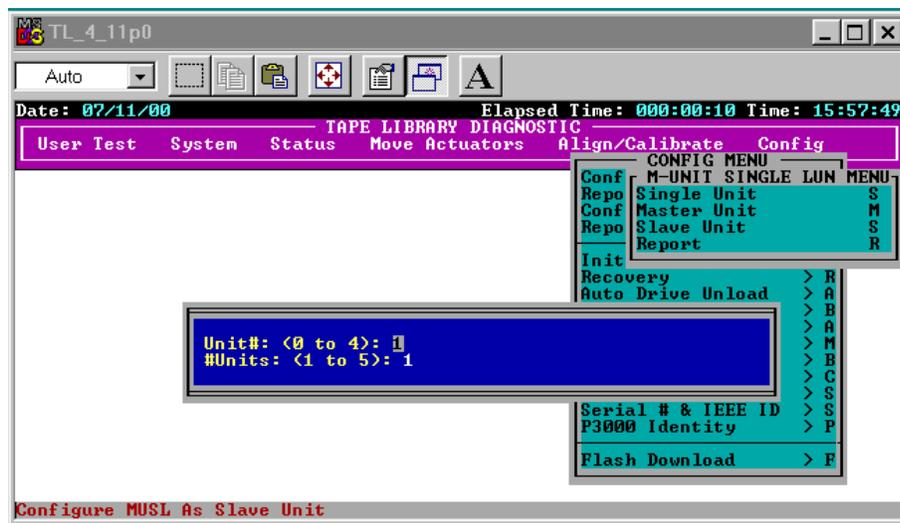

Figura 3-14. Finestra di dialogo del sottomenu Configuration
4. Dopo aver selezionato Master Unit oppure Slave Unit, immettere il numero di unità (0-4) per la libreria e il numero delle unità (1-5) per il numero di librerie presenti nel sistema a più unità (vedere la Figura 3-14)